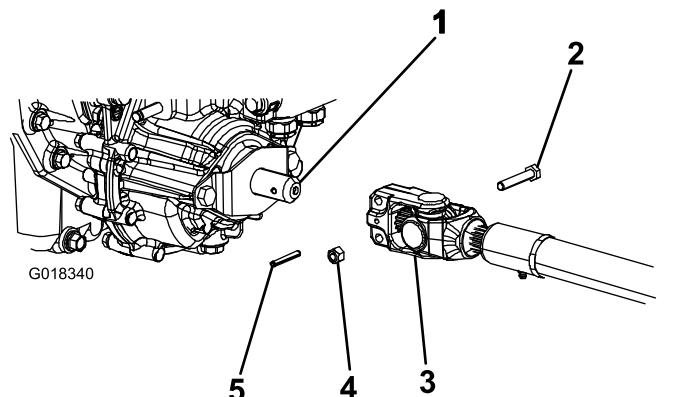

Figura 4
3. Posizionate l'albero di trasmissione della PDF sotto la parte anteriore della macchina. Verificate che la forcella finale di scorrimento dell'albero di trasmissione sia posizionata verso l'albero di trasmissione della trasmissione (Figura 4).